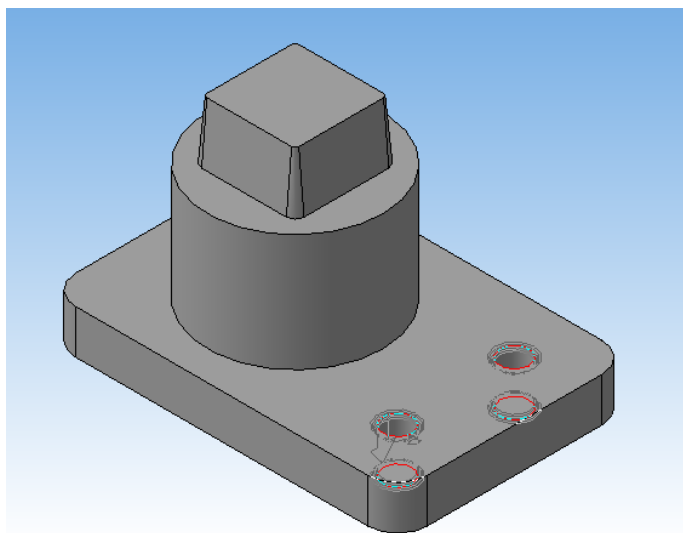

Рисунок 40.
19. Выделите в «Дереве модели» эскиз двух последних отверстий и выполните фаски. Нажмите кнопку «Фаски» , укажите длину **1,6 мм** и угол **45** градусов. Чтобы стрелка «Создать объект»  стала активной, щелкните еще раз по граням обоих отверстий (рисунок 40).